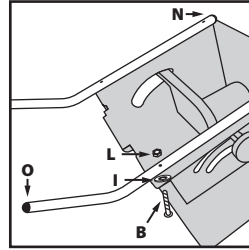

Fig. 3
- Una los dos componentes al cuerpo principal de la máquina usando las fijaciones **B, I y L (Fig. 3)**.